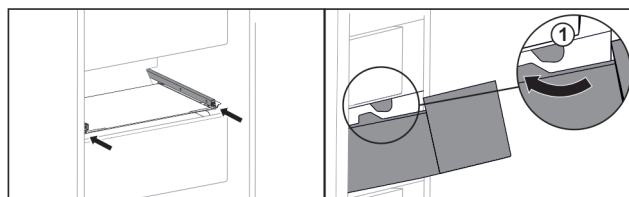

Fig. 31
- ▶ Avvicinare il cassetto ai fermi Fig. 31 (1)*